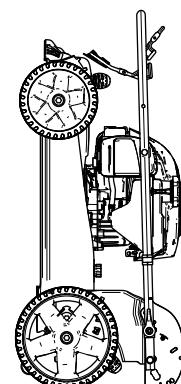

Figura 21
6. Sollevate la parte frontale della macchina utilizzando la stegola e spostatela in uno spazio per il rimessaggio (Figura 21).